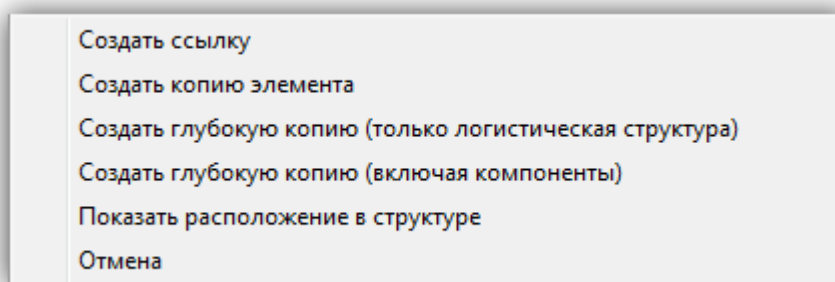

Рис. 10-29 – Возможные варианты действий при перемещении объекта в окне «Логистическая структура»
5) В открывшемся меню выбрать пункт «Создать ссылку» (рис. 10-29).
- 3) Отпустить левую кнопку мыши и в открывшемся меню выбрать пункт «Создать ссылку» (рис. 10-29).
- 4) В открывшемся меню выбрать пункт «Создать глубокую копию (только логистическая структура)» – см. приведенный ранее рис. 10-29.
- 4) В открывшемся меню выбрать пункт «Создать глубокую копию (включая компоненты)» – см. приведенный ранее рис. 10-29.